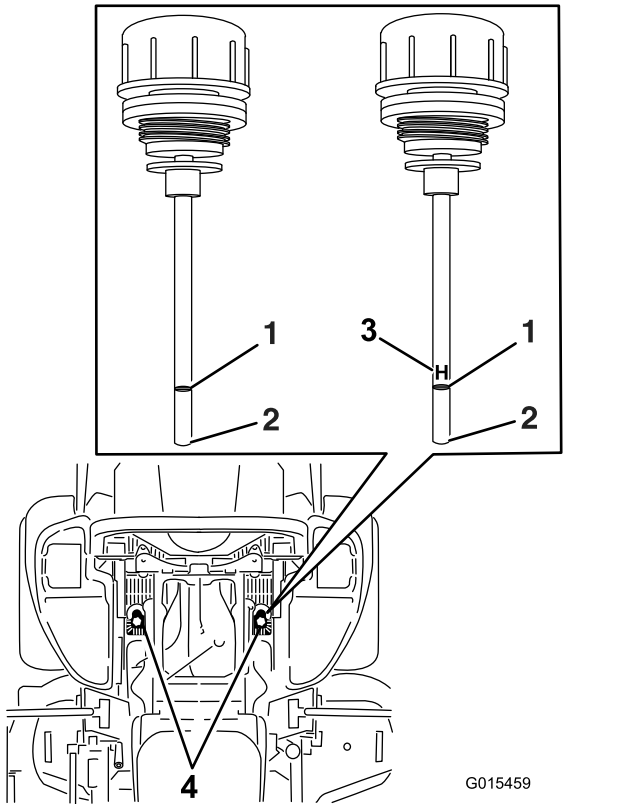

Figure 89
6. Nettoyez la surface autour des jauges des réservoirs du système hydraulique (Figure 89).
7. Sortez une jauge du réservoir hydraulique (Figure 89).
9. Ressortez la jauge et examinez son extrémité (Figure 89).